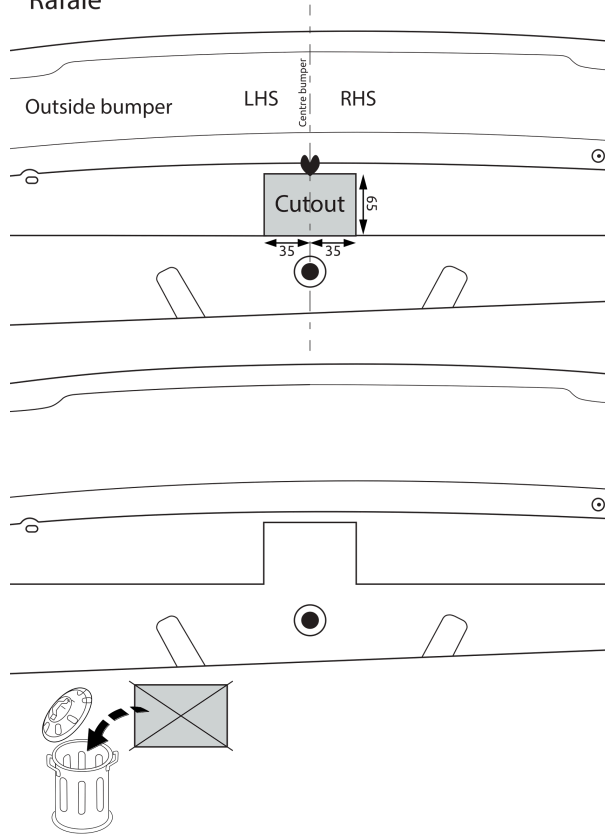

Fig. 4
7. Внимание! При необходимости: Выпилить обозначенные части, как указано на рис. 4.